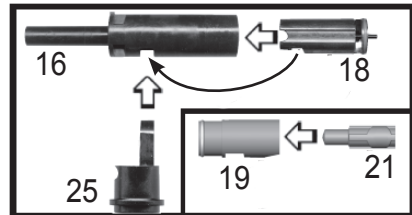

Figure 14: Tube de démarrage et culasse arrière
3. Avant de procéder au remontage, lubrifiez le Joint de la valve, le **Joint de la culasse arrière** (20), l'**Engrenage** (15), et le **Ressort d'entraînement** (23)/**Tige du goujon** (22) avec quelques gouttes d'huile de marqueur Tippmann.
4. Insérez la valve dans le tube de démarrage en alignant l'insert du tombstone de la valve vers le bas (voir flèche noire, Figure 14) pour coïncider avec l'insert du tombstone du tube de démarrage. Glissez l'adaptateur du tombstone dedans plusieurs fois pour vérifier qu'il s'adapte.
5. Insérez le **Bouchon de la culasse arrière** (21) dans la **Culasse arrière** (19).
6. Insérez les pièces remontées (Culasse avant, Tube/Valve de puissance et Culasse et Bouchon de culasse arrière) avec l'engrenage en haut. Insérez complètement jusqu'à ce que le **Tombstone** (25) puisse être inséré, la goupille poussoir remontée et la vis de réglage de la vitesse soit accessible. Vous devrez peut-être secouer votre marqueur lorsque vous remonterez les pièces.
7. Insérez la **Tige du goujon** (22) dans le **Ressort** (23). Insérez le **ressort** dans la Culasse arrière (19). Insérez le **bouchon final** (24) en maintenant la Tige du goujon centrée dessus. Installez les goupilles poussoir supérieures (44) pour maintenir le bouchon final en place.
- b. Enlevez la vis (n°47, Figure 14) en utilisant une clé Allen de 3/16".